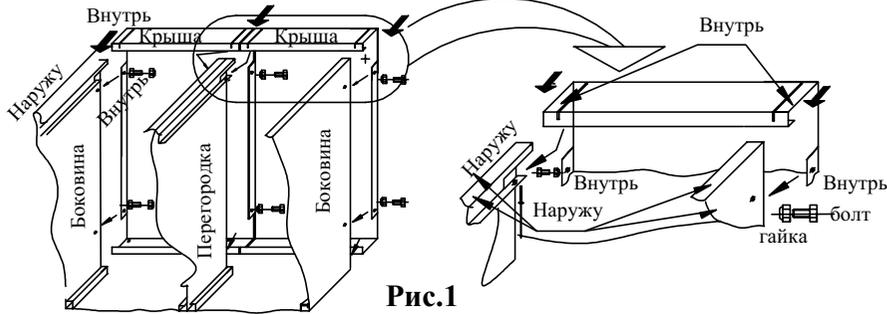

**Рис.0-1(сборка перегородки)**
4.1. Собрать перегородку (при наличии). Для этого к одной из боковин приставить, согласно рис.0-1, переднюю и заднюю планки, совместив отверстия на планках с отверстиями на боковине